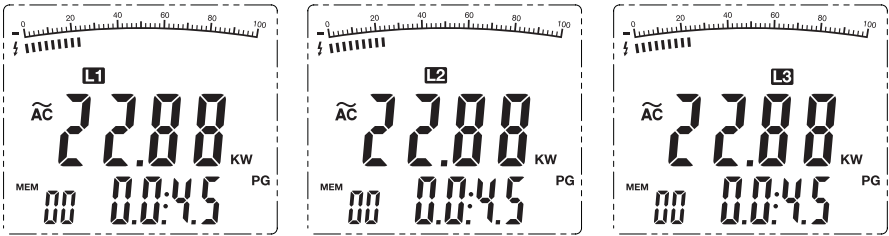

Abbildung 8
4. Drücken Sie die L1-L2-L3-Taste, um die erste Phase L1 (siehe Abbildung 8).
5. Drücken Sie die Taste Σ zu speichern und die Summe der gemessenen Wert für L1. (siehe Abbildung 8)
11. Drücken Sie die Taste Σ zu speichern und die Summe der gemessenen Wert für L3. (Abbildung 8)
4. Drücken Sie die L1-L2-L3-Taste, um die erste Phase L1 (siehe Abbildung 8). Die primäre Anzeige zeigt die kW für Phase L1 und das sekundäre Display zeigt den Phasenwinkel (PG).
7. Drücken Sie die L1-L2-L3-Taste, um die erste Phase L3. Die primäre Anzeige zeigt die kW für Phase L3 und das sekundäre Display zeigt den Phasenwinkel (PG).
8. Drücken Sie die Taste Σ zu speichern und die Summe der gemessenen Wert für L3. (Abbildung 8)